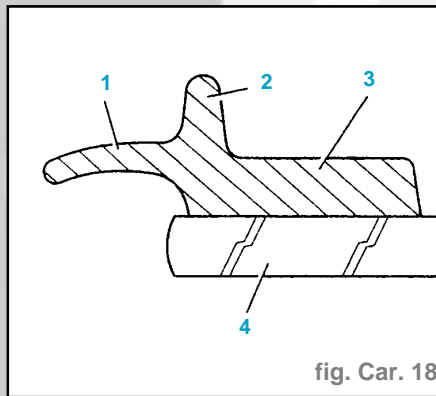

fig. Car. 18
- Il se compose des positions **1, 2 et 3** (fig. Car. 18).